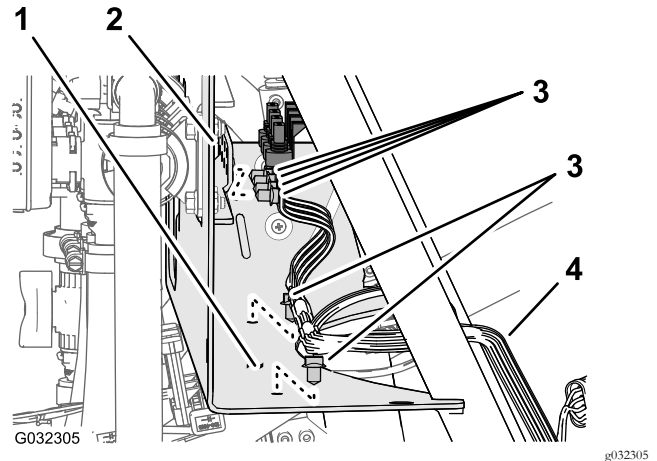

Figura 23
3. Retire os fixadores de pressão que prendem a cablagem traseira aos orifícios no lado dianteiro e à placa inferior da montagem do coletor (Figura 23).